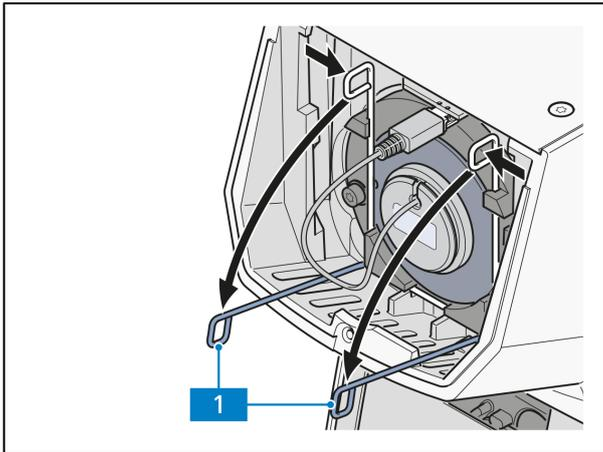
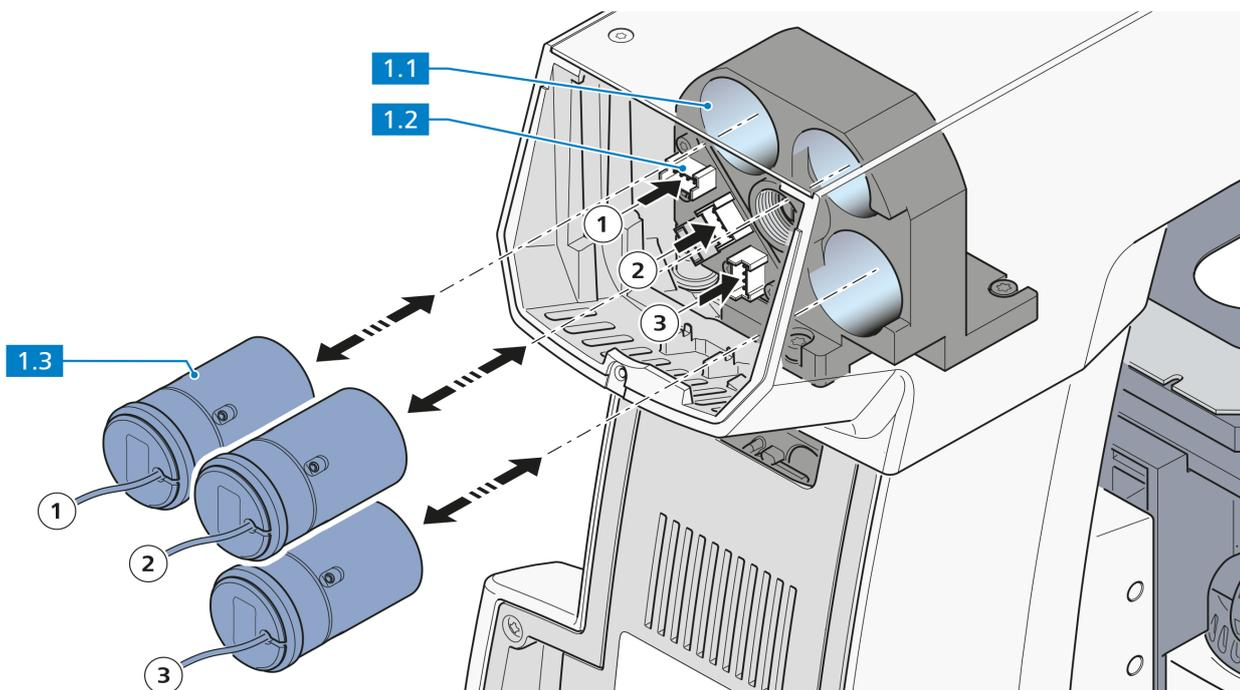

Abb. 3-22 Schlaufen nach vorne kippen
Abb. 3-26 LED-Module wechseln
- An den Schlaufen (Abb. 3-22/1) den Klemmbügel der Lampenhalterung beidseitig zusammen drücken und nach unten kippen.
- Klemmbügel (Abb. 3-22/1) der Lampenhalterung anheben, bis sie vollständig an der Lampenhalterung anliegen. Dabei die beiden Klemmbügelenden leicht zusammendrücken und an den beiden oberen Halteelementen vorbeiführen. Druck dann soweit wegnehmen, dass sich der Klemmbügel öffnet und beidseitig hinter den Halteelementen einrastet.
- Beim Modulwechsel, Modulstecker aus den Buchsen (Abb. 3-26/1.2) am Stativ entfernen.
- Alte LED-Module (Abb. 3-26/1.3) aus den Haltepositionen des LED-Tubus (Abb. 3-26/1.1) entnehmen.
- Neue LED-Module in die bis zum Anschlag in den LED-Tubus einsetzen. Darauf achten, dass die Module sich in den richtigen Halterungen befinden (Abb. 3-26/①②③).
- Modulstecker in die Buchsen (Abb. 3-26/1.2) am Stativ einstecken. Darauf achten, dass die Stecker in die richtigen Buchsen gesteckt werden (Abb. 3-22/①②③).
- Modulhalter (Abb. 3-26/1) in den LED-Tubus einschrauben, um die Module zu fixieren.